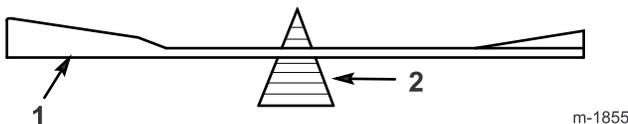

Figure 40
2. Vérifiez l'équilibre de chaque lame en la plaçant sur un équilibreur (Figure 40). Si la lame reste horizontale, elle est équilibrée et peut être utilisée. Si la lame est déséquilibrée, limez un peu le dos de la lame. Répétez la procédure jusqu'à ce que toutes les lames soient équilibrées.